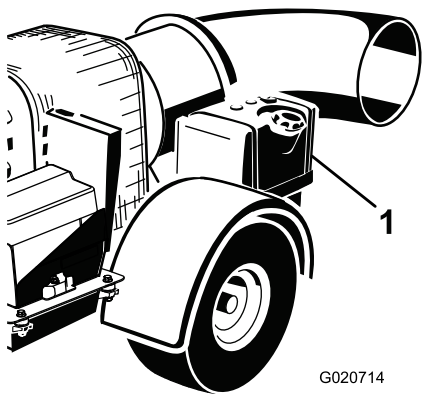

Figura 8
2. Limpie la zona alrededor del tapón del depósito de combustible y retire el tapón (Figura 8).